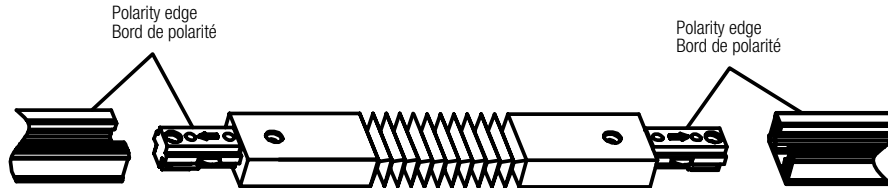

Fig. 31
1. Position open ends of tracks in desired formation as shown in Fig 31.
1. Positionnez les extrémités ouvertes des rails dans la configuration souhaitée, comme illustré à la figure 31.